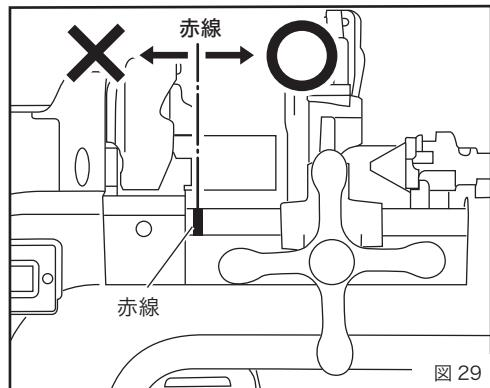

図 29
- 受けパイプの赤線が往復台でかくれた位置からねじ切りを開始すると、ねじが切れ上がるまでに往復台が主軸台に当たり、事故や破損の原因になります。(図 29)
受けパイプの赤線が往復台でかくれた位置からねじ切りを開始すると、ねじが切れ上がるまでに往復台が主軸台に当たり、事故や破損の原因になります。(P14 図 29)